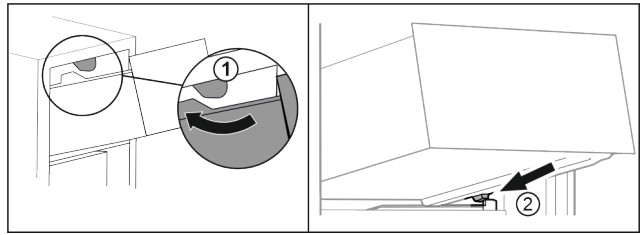

Fig. 22
- ▶ Обвести висувний ящик навколо верхнього стопора. Fig. 22 (1)
- ▶ Встановити висувний ящик за нижніми стопорами на ребро для резервуару навскоси. Fig. 22 (2)